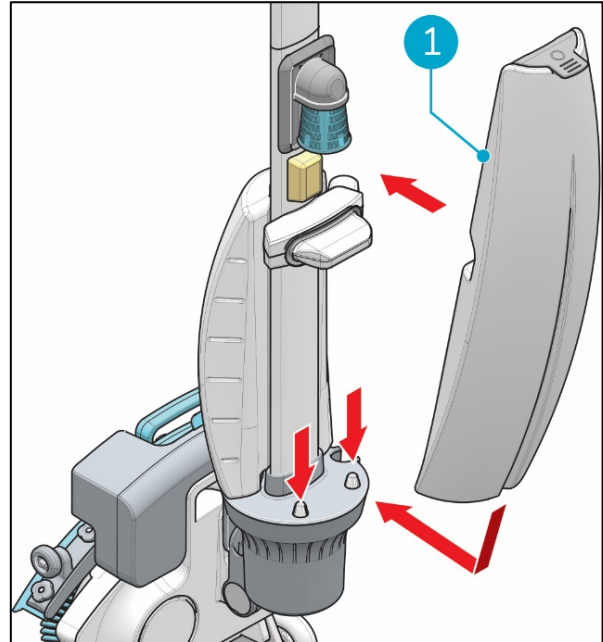

Abbildung 12
1. Platzieren Sie den Tank (Figure 12, Pos. 1) mit dem Ventil nach unten auf dem i-mop® Lite.